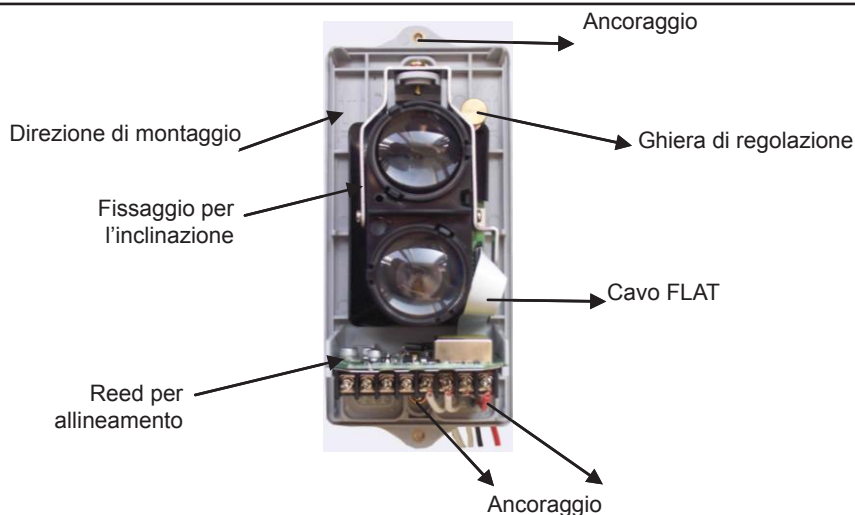

Fig. 2
2. I dispositivi interni del rilevatore e le posizioni di fissaggio sono indicate nella Fig. 2.
Nota: Se si installa il rilevatore in un ambiente particolare, umido o con una lieve presenza di polvere, dopo aver fissato il rilevatore e aver ultimato i cablaggi, sigillare le tre posizioni indicate nella Fig. 2 (due fori di montaggio e un ingresso cavo) con colla per vetro o gel di silice 703.